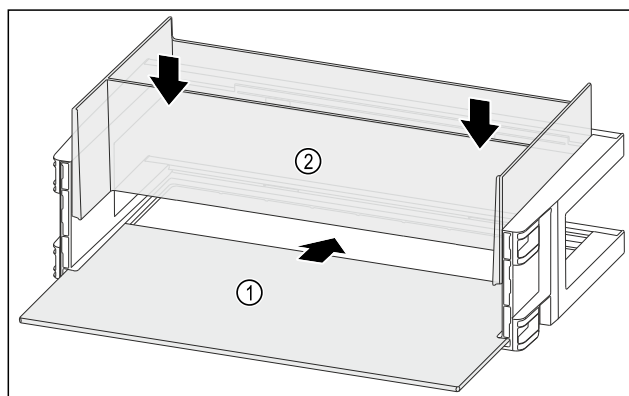

Fig. 135
- Inserire il ripiano Fig. 135 (1) negli incavi laterali.
- Inserire l'organizzatore Fig. 135 (2).